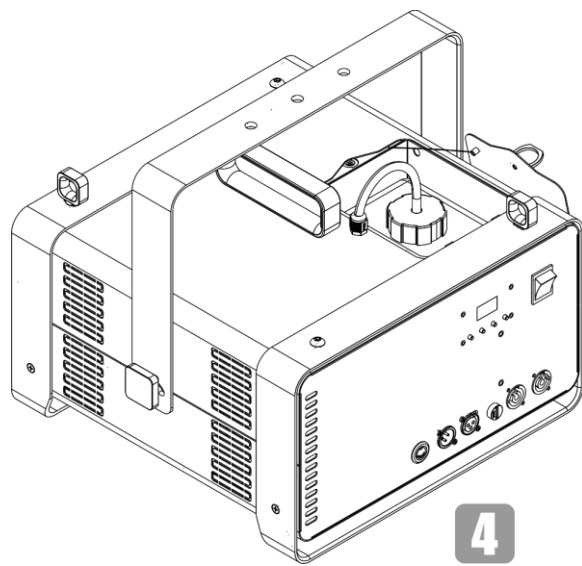

Fig. 24
- 04) Coloque la tapa de servicio junto al dispositivo como se indica en la Fig. 24.